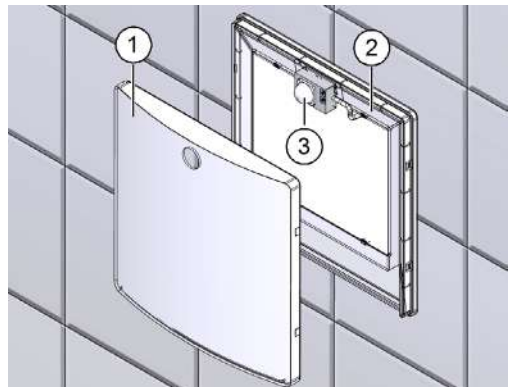

Abb. 11: Ansaugdeckel entfernen
- ▶ Greifen Sie an einer Ecke von unten in den Ansaugdeckel (Pos. 1 in Abb. 11) und ziehen Sie den Ansaugdeckel vom Filterträger (Pos. 2 in Abb. 11) ab. Die Potentiometer zur Einstellung der Lüfterfunktion befinden sich am Bewegungsmelder (Pos. 3 in Abb. 11).
- ▶ Setzen Sie den Ansaugdeckel (Pos. 1 in Abb. 11) auf das Gerät auf.
Die Nachlaufzeit ist am Potentiometer P zwischen 3 min und 20 min stufenlos einstellbar. Das Potentiometer befindet sich am Bewegungsmelder (siehe Pos. 3 in Abb. 11 auf Seite 20).
Die Nachlaufzeit ist am Potentiometer P2 zwischen 3 min und 20 min stufenlos einstellbar. Die Potentiometer befinden sich am Bewegungsmelder (siehe Pos. 3 in Abb. 11 auf Seite 20).